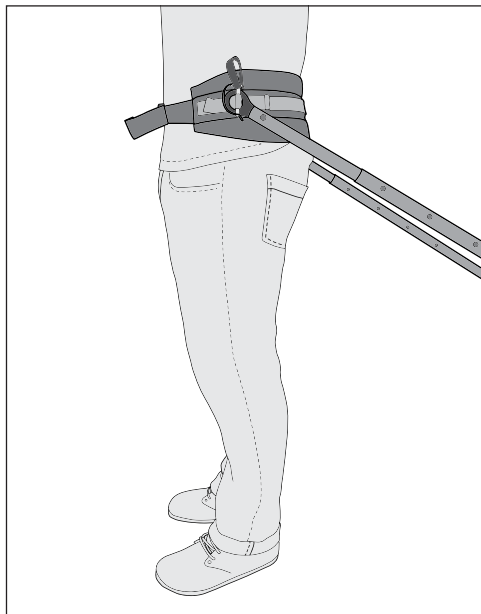
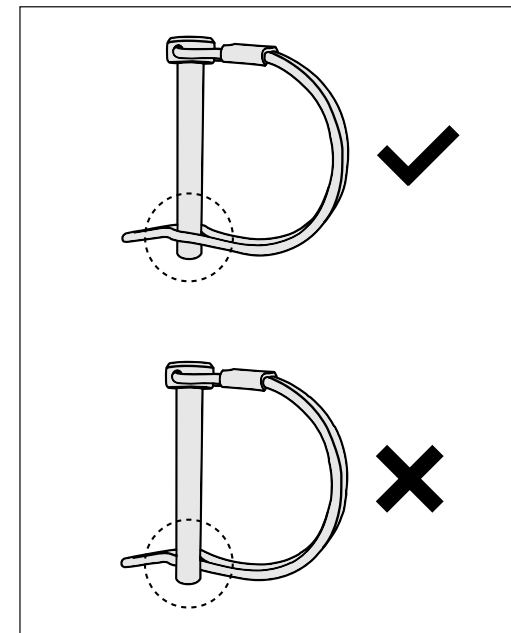

Figure 4
Figure 5
6. Pour arrimer la perche de traction au harnais, détachez les tiges de retenue de la ceinture. La ceinture est pourvue de trois boucles de sangle de chaque côté. Choisissez celle qui permet de centrer l'œillet en plastique sur les hanches (Figure 4). Passez la boucle de votre choix dans l'œillet en plastique noir de la perche de traction. Faites glisser la tige de retenue par la boucle, en la faisant reposer sur l'œillet en plastique, puis fermez la tige de retenue de sorte à sécuriser la perche de traction sur le harnais (Figure 5). Recommencez de l'autre côté.